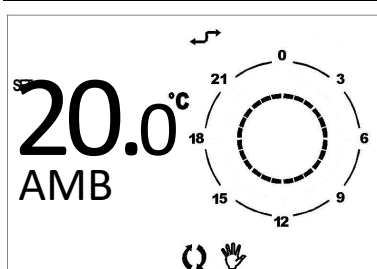

Рисунок 8 – Принудит. автом. работа
- Принудительная автоматическая работа: совместное присутствие на дисплее символов автоматического и ручного режимов (смотри Рисунок 8).